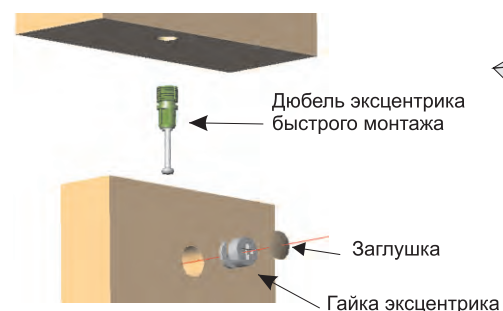
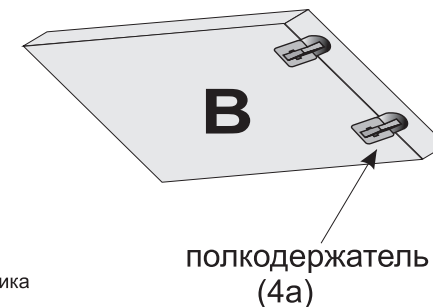

Рис.2
Рис.3
Установите шканты (3) в отверстия d=8 мм топа С и низа D . Вставьте дюбель эксцентрика быстрого монтажа (1а) в топ С и низ D (см. Рис.2). Вкрутите штоки полкодержателей (4б) в отверстия боковин А на необходимую для ВАС высоту. Прикрутите опоры (5) к нижней плоскости низа D шурупами (6). Соедините вместе боковины А, низ D и заднюю стенку Е (состоит из двух половин) используя соединительный профиль F (состоит из двух частей). К собранной конструкции присоедините топ С. Вставьте эксцентриковые гайки (1б) и с помощью отвертки затяните их по часовой стрелке до фиксации (см. Рис.2). Установите в полку В полкодержатели (4а) (см. Рис.3), установите полку В в штоки полкодержателей (4б) до фиксации. В эксцентриковые гайки (1б) вставьте заглушки (2). Отрегулируйте опоры (5) по высоте, в отверстия установите заглушки (6).